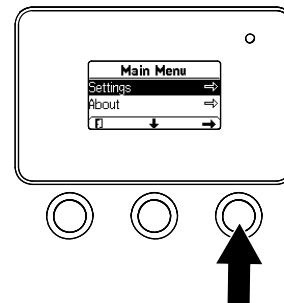

Figura 27
- En el MENÚ PRINCIPAL, utilice el botón central para desplazarse hacia abajo al menú CONFIGURACIÓN y pulse el botón derecho (Figura 27).